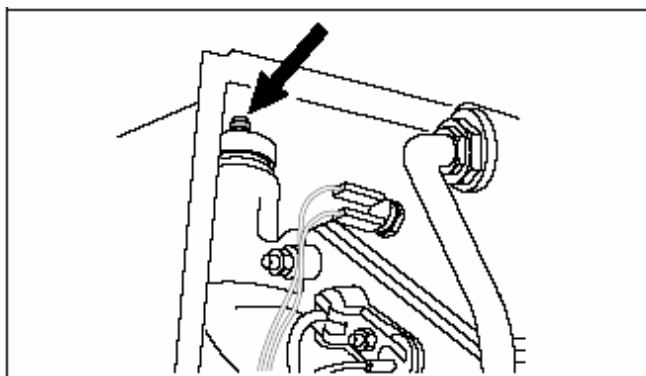

Рис. 17 Автоматический воздушник
- Отвернуть на один оборот запорную крышку автоматического воздушника (рис. 17). Если давление в результате продувки понизится ниже минимальной величины, долить воду.